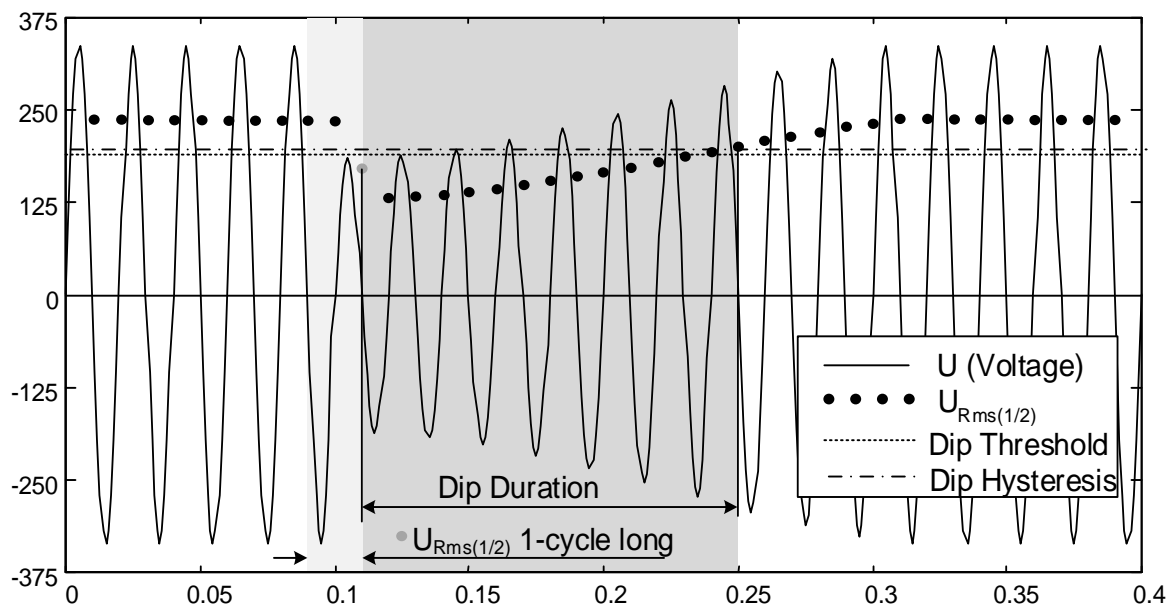
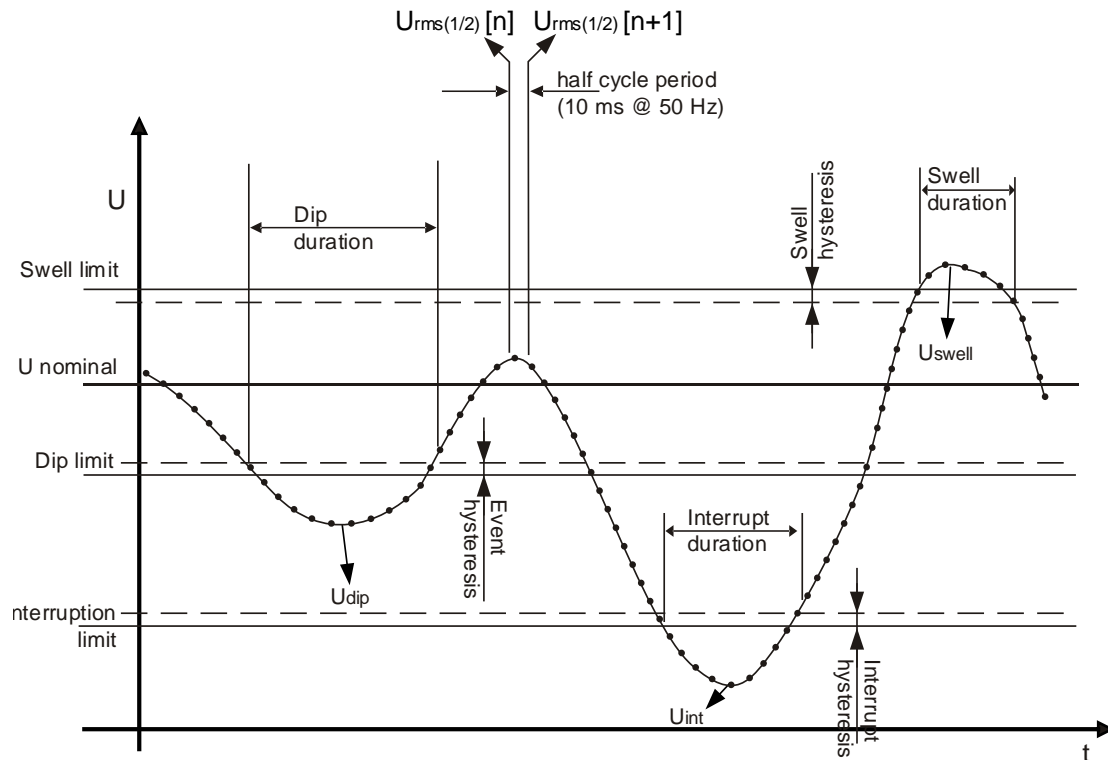

Abbildung 6.11:  $U_{Rms(1/2)}$  1-Zyklus-Messung
Figure 6.12 Definition der Spannungsereignisse
- Auf Einphasensystemen (Anschlussart: 1W), beginnt ein Spannungseinbruch, wenn die  $U_{Rms(1/2)}$ -Spannung unter den Schwellenwert für den Spannungseinbruch fällt, und endet, wenn die  $U_{Rms(1/2)}$ -Spannung gleich oder größer als der Schwellenwert für den Spannungseinbruch plus Hysterese Spannung ist (siehe Figure 6.12 und Abbildung 6.11),.
- Auf Einphasensystemen (Anschlussart: 1W), beginnt eine Spannungsüberhöhung, wenn die  $U_{Rms(1/2)}$ -Spannung über den Schwellenwert für die Spannungsüberhöhung steigt, und endet, wenn die  $U_{Rms(1/2)}$ -Spannung gleich oder kleiner als der Überhöhungsschwellenwert plus Hysteresespannung ist (siehe *Figure 6.12* und *Abbildung 6.11*),
- Bei Einzelphasensystemen (1W) beginnt eine Spannungsunterbrechung, wenn die  $U_{Rms(1/2)}$ -Spannung unter den Spannungsunterbrechungs-Schwellenwert sinkt, und endet, wenn der  $U_{Rms(1/2)}$ -Wert dem Spannungsunterbrechungs-Schwellenwert plus Hysteresis gleich ist oder diesen übersteigt (siehe *Figure 6.12 und* Abbildung 6.11),